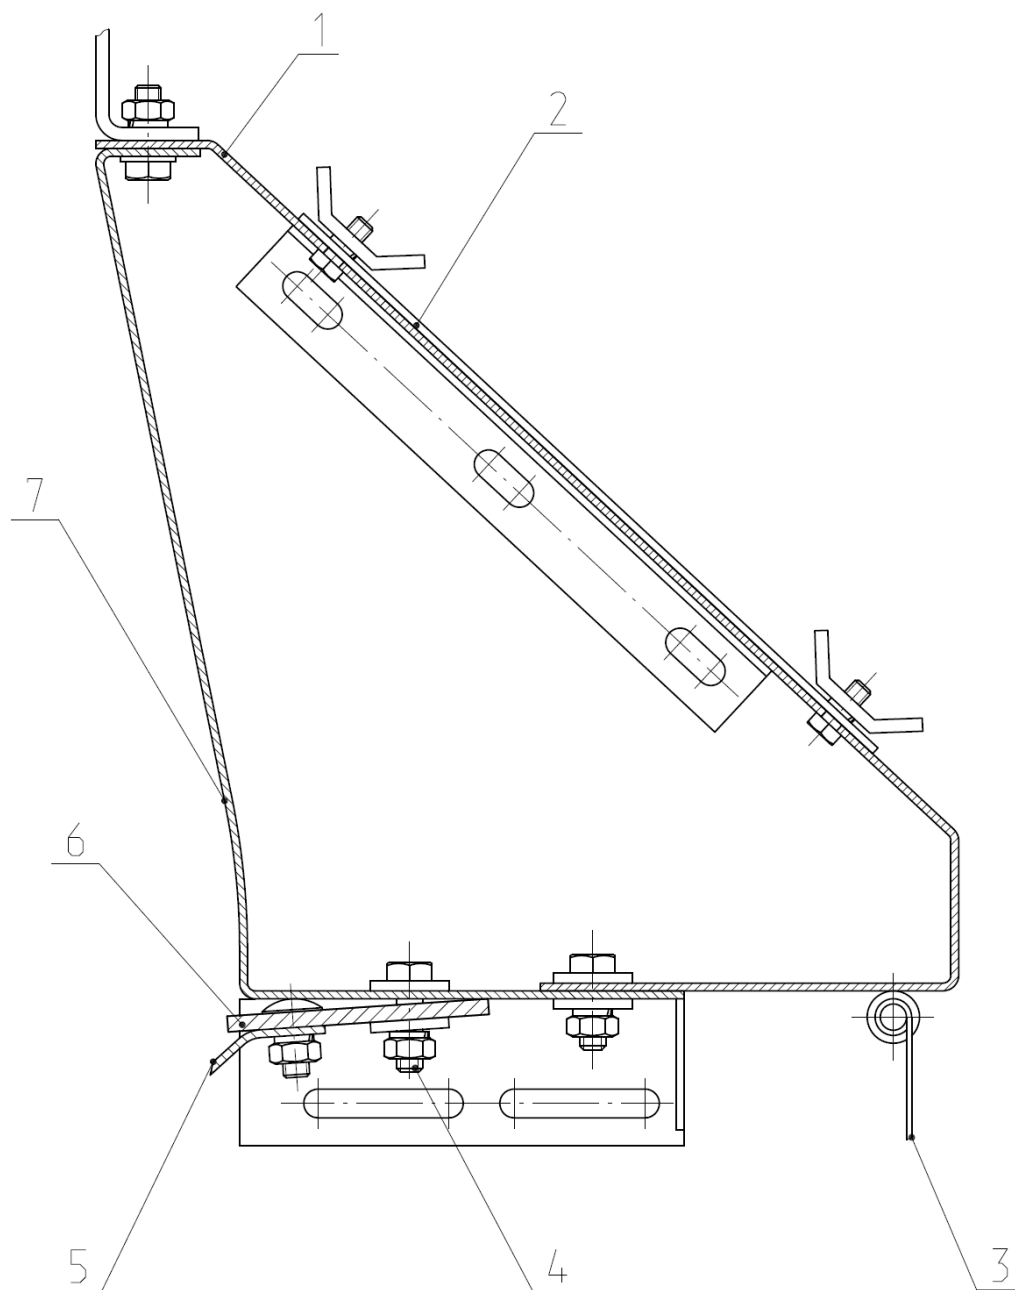

Рис.4 КИР 06.000 Передняя часть
2.6 Передняя часть с противорежущими ножами (рис.4) представляют собой коробку, собранную из двух деталей. В нижней ее части расположена планка ножа 6 с установленными на ней противорежущими ножами 5.